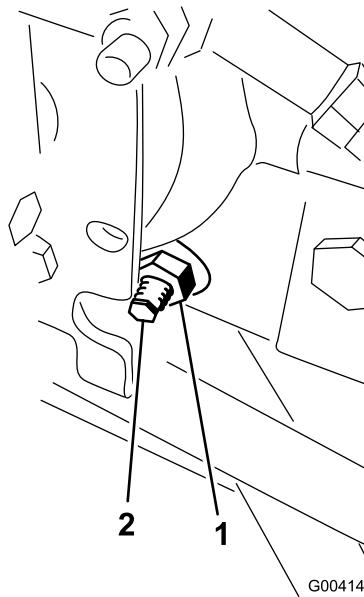

図 79
3. ハイドロスタットの右側にあるトラクション調整カムのロックナットをゆるめる図 79。